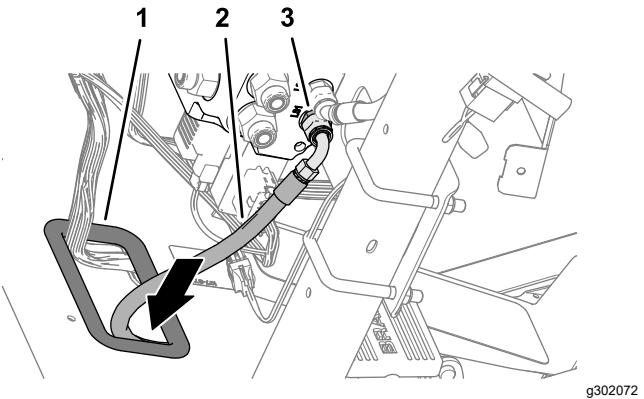

図 114
- 油圧ポンプ ホース 6 x 2819 mm の端を、-4、90° 継手でフロアプレートのグロメットに通します (図 114)。
4. ホース6 x 2819 mmの-6、エルボ継手をEHIステアリングバルブのポートLS1継手に取り付け、ホース継手を締め付けます(図114)。